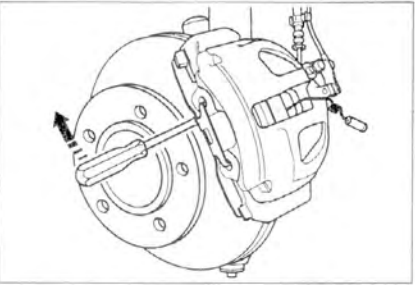

Рис. 8.3. Отсоедините фиксаторы тормозных колодок от тормозного суппорта с помощью отвертки.
- 2. Отсоедините фиксаторы тормозных колодок от тормозного суппорта с помощью отвертки (рис. 8.3).